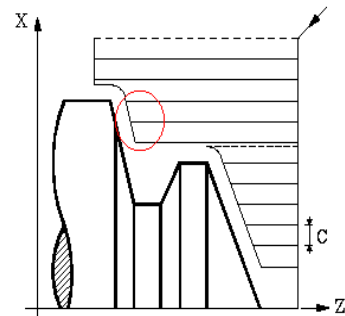

Figura 3
- *Figura 3:* Cuando D no se programa (se anula), la herramienta se retira siguiendo el perfil hasta la pasada anterior. En este caso, el tiempo de ejecución del ciclo es mayor, pero el material a comer en el acabado es menor.